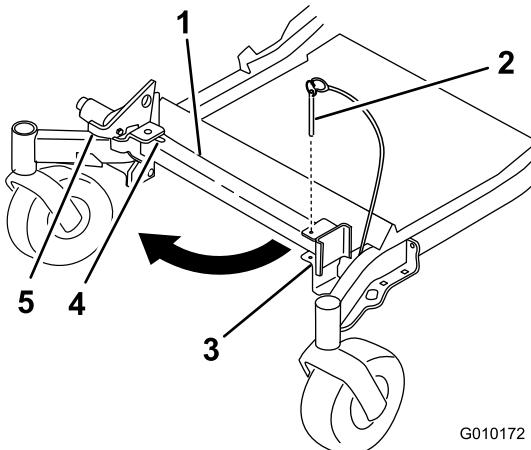

Figura 32
2. Togliete il perno dalla staffa (Figura 32).
5. Riportate il supporto in posizione di riposo (Figura 32).